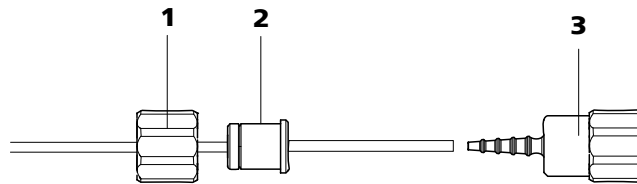

Abbildung 33 Pumpschlauch-Verbindung ohne Filter installieren
- **Fall B:** eine Pumpschlauch-Verbindung **ohne Filter** (6.2744.160) (siehe Abbildung 33, Seite 60) anschliessen.